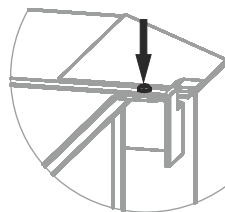

Рисунок 13. Саморезы для демонтажа бака печи «Компакт 2013 Б»
4. Отсоединить бак, открутив 2 самореза (рисунок 13).